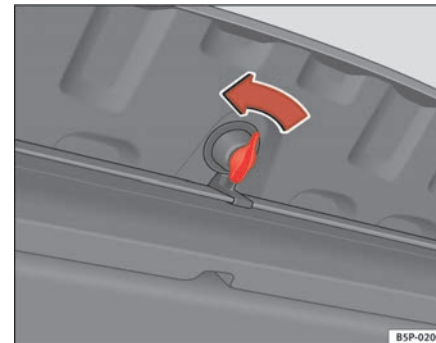

Abb. 123 Öffnen des Ablagefachs
Verschluss um 90° ⇒ Seite 149, Abb. 123.
- Zum Öffnen dieses Ablagefachs drehen Sie den Verschluss um $90^\circ \Rightarrow$ Seite 149, Abb. 123.